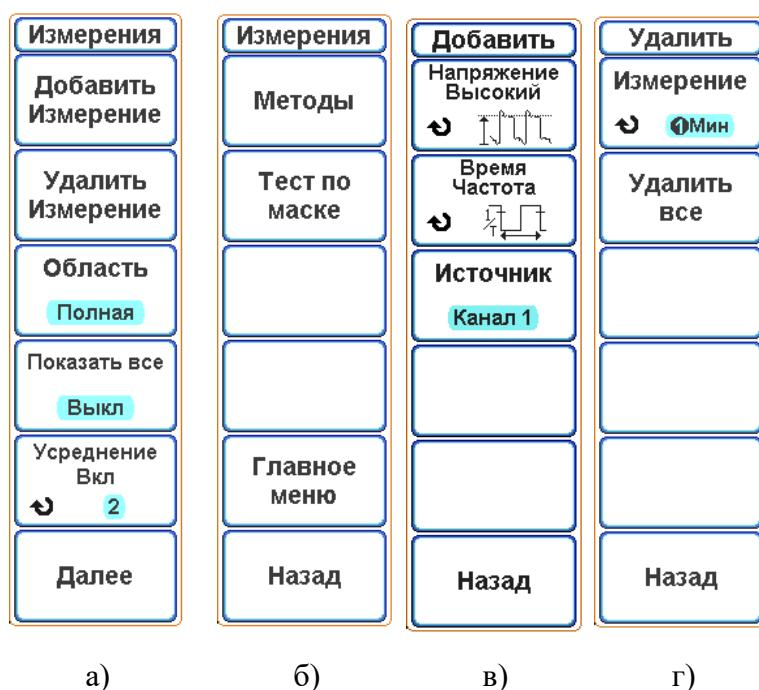

Рисунок 6.25 – Экранное меню а) «Измерения» (основное);
- Перейти в главное меню, нажав кнопку «МЕНЮ» в блоке «УСТАНОВКА» (рисунок 6.1, поз. 3) и нажать экранную кнопку «Измерения», чтобы вызвать меню «Измерения» (рисунок 6.25, а);
- нажать экранную кнопку «Добавить измерение», чтобы перейти к подменю «Добавить» (рисунок 6.25, в);
- нажать экранную кнопку «Удалить измерение», чтобы перейти к подменю «Удалить» (рисунок 6.25, г);
В основном меню «Измерения» (рисунок 6.25, а) с помощью экранной кнопки «Область» можно задать ограничение на область автоматических измерений:
- нажать экранную кнопку «Далее», чтобы перейти к дополнительному меню «Измерения» (рисунок 6.25, б);